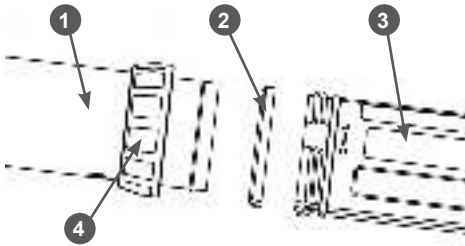

Рис. 5. Соединение напорных труб
4. Соедините стопорную гайку 4 на трубе 1 с трубой 3. Будьте осторожны, при сборке не пропустите прокладку 2 между трубами (Рис. 5).